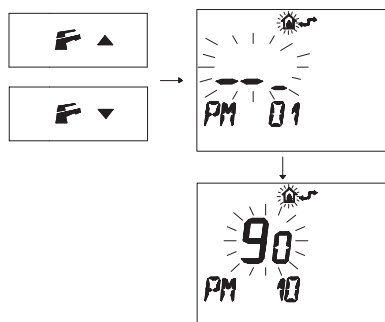

Figura 5.46
- Pulse los botones **F** ▼ o **F** ▲ para visualizar la programación "PM10" selección de la frecuencia de encendido (Figura 5.46).
En la Figura 5.46 se muestra un punto de consigna programado de **90** equivalente a un tiempo de reencendido de aproximadamente 3 minutos. El rango de regulación va desde 0 a 8 minutos y medio.